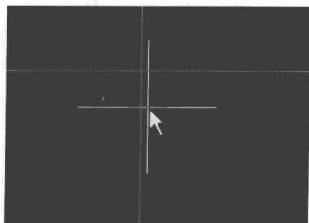

图 5-1 放置距离标注起点
3. 进入放置距离标注的状态后, 光标变成如图 5-1 所示的十字形状。